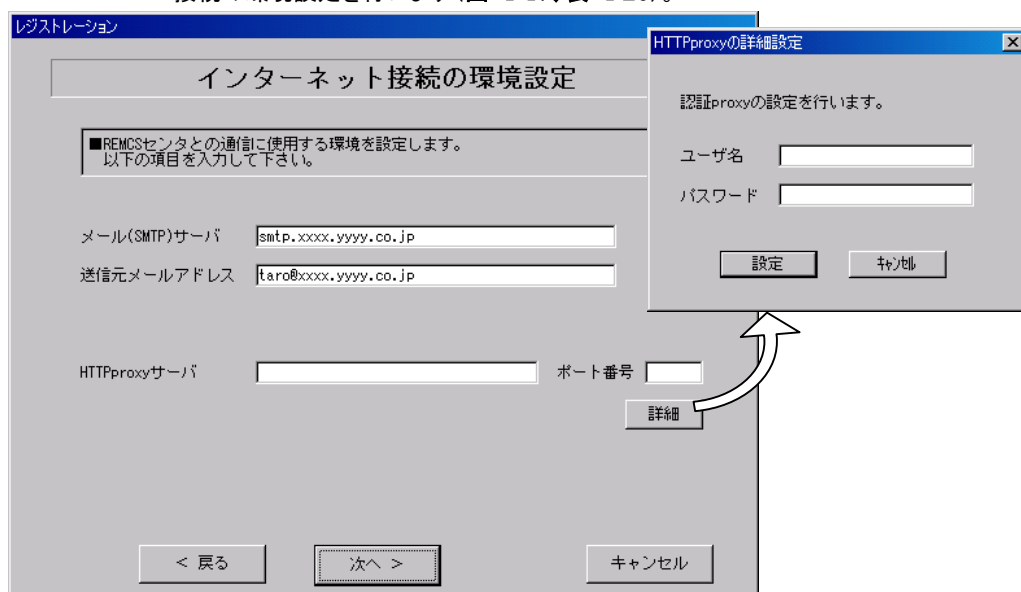

図 4-47 インターネット接続の環境設定(P-P 接続)
- 15 P-P 接続の環境設定を行います(図 4-47、表 4-26)。